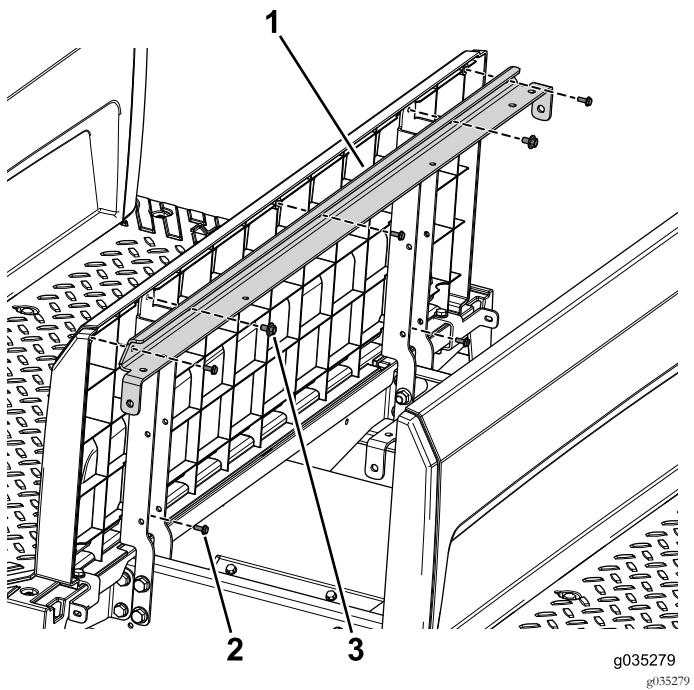

図 94
3. アングルのサポートブラケットと座席ベースパネルを左右の座席サポートに固定するボルトワッシャアセンブリ1/4 x 1/2 インチ2個を使う図 94。
4. 後パネルを、アングルのサポートブラケットに固定するねじ#10 x 1/2 インチ5本を使う図 94。